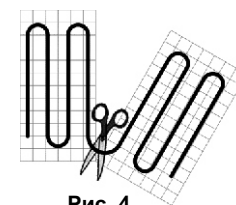

Рис. 4
• Расстелите мат на поверхность пола, предварительно отчищенную от грязи и пыли, согласно плану укладки. Мат приклеивается к полу кабелем вниз. В местах разворотов **аккуратно разрежьте сетку**, не повреждая греющий кабель (**рис. 4**).